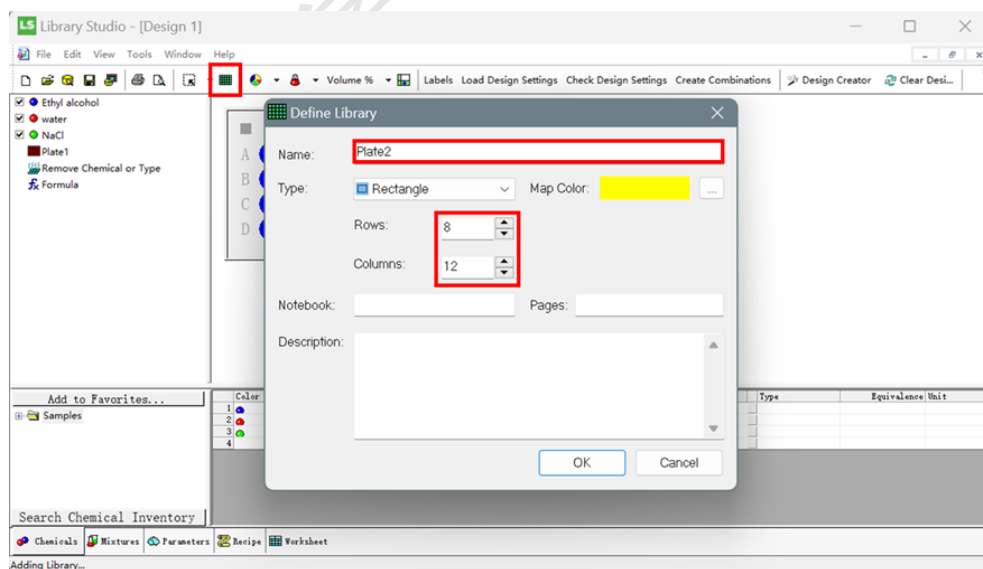

图 6-2-6
1) **新建 Library:** 在软件 Toolbar 中点击 ，根据需求在“Define Library”窗口中创建实验所需板位（图 6-2-6）。根据实验计划，命名板位（建议体现用途和规格，方便后续在 Design Creator 中识别调用），修改行数（Rows）和列数（Columns），可对其进行备注。